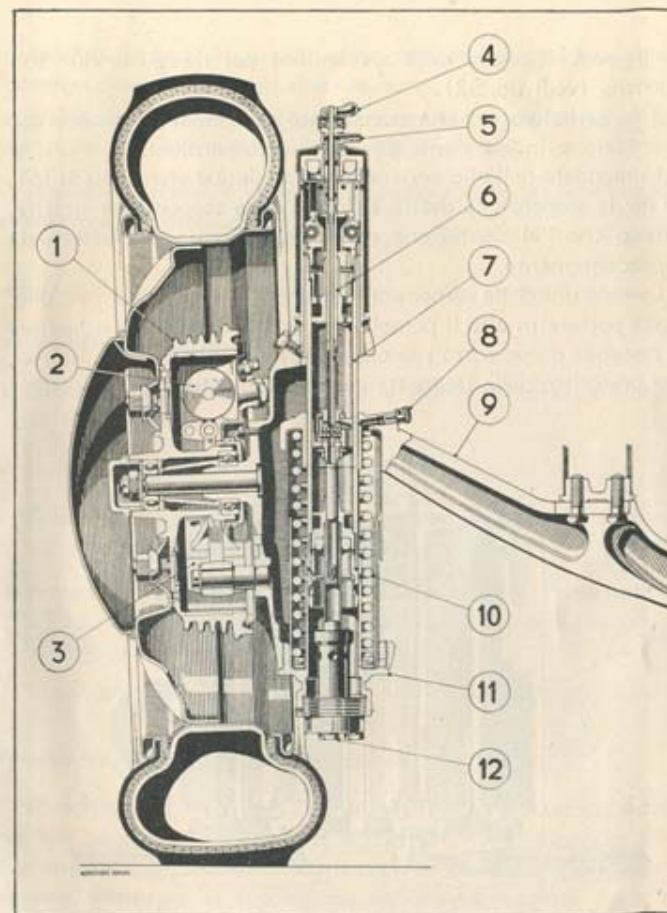

Fig. 31. - Sezione della sospensione anteriore.
La sospensione anteriore è del classico tipo brevettato « Lancia » a ruote indipendenti con molle ad elica cilindrica ed ammortizzatori a liquido (vedi fig. 31).
- b) Svitare il tappo inferiore (12) (fig. 31).
- c) Girare il coperchietto dell'ingrassatore (8) sino a che non sia scoperto il foro d'introduzione dell'olio;
- d) Introdurre, attraverso il foro dell'oliatore (8), l'olio indicato a pag. 78 per organi inferiori sospensione sino a che non lo si vede uscire dal tappo inferiore (12).
Per la regolazione dell'ammortizzatore occorre avvitarla la levetta di regolazione (4) (Vedi fig. 31) fino a che l'estremità inferiore dell'asta interna chiuda il foro di passaggio dell'olio,